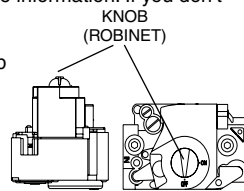

Figure 1
6. Move the gas control knob clockwise  to "OFF". (See Figure 1)
7. Wait five (5) minutes to clear out any gas. Then smell for gas, including near the floor. If you smell gas, **STOP!** Follow "B" in above information. If you don't smell gas, go to the next step.
8. Move the gas control knob counterclockwise  to "ON". (See Figure 1)
6. Faire tourner le robinet à gaz dans le sens des aiguilles d'une montre  pour l'amener sur la position OFF (Arrêt) (Voir Figure 1).
7. Attendre cinq (5) minutes pour s'assurer de la dissipation du gaz.
8. Faire tourner le robinet à gaz dans le sens inverse des aiguilles d'une montre  pour l'amener sur la position ON (Marche) (Voir Figure 1).